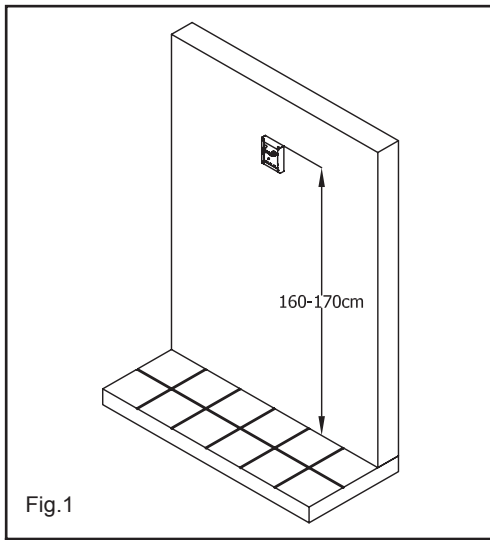
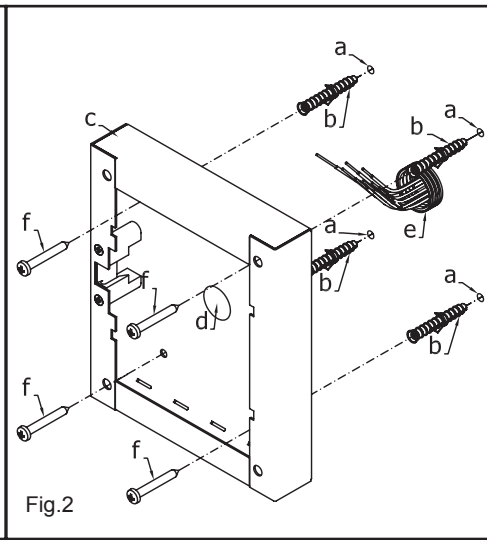

Fig.1
Fig.2
1. Place the surface box against the wall (165-170cm between the top of the box and the floor level as shown in figure 1) and mark the fixing holes for the wall plugs and hole for the cables e (fig.2). Observe the orientation of the box with the hinge on the left;
2. As shown on figure 2, drill the fixing holes a, insert the wall plugs b and feed the cables e through the surface box opening d, fix surface box c to the wall using the screws f;
1. Protect the module support frame fixing holes from dust then embed the back box into the wall (165-170cm between the top of the box and the floor level as shown on the figure 1) feeding the cables e (fig.2) through a previous opened hole in the box. Observe the direction of the box ensuring the hinge is on the left and take care that the box profile is in line with the finished wall profile;
1. Appoggiare la scatola da superficie alla parete lasciando circa 165-170cm tra la parte alta della scatola ed il terreno come mostrato in figura 1 quindi prendere i riferimenti per i fori di fissaggio tenendo presente che il gruppo di fili e (fig.2) deve passare attraverso l'apertura d presente sulla scatola da superficie. Se non indicato, il verso di montaggio della scatola deve essere tale da far rimanere la cerniera sulla sinistra;
1. Dopo aver opportunamente protetto i fori di fissaggio per il supporto moduli, murare la scatola da incasso ad una altezza tale da avere circa 165-170cm tra la parte alta della scatola e il terreno avendo cura di far passare il gruppo di fili e (fig.2) attraverso uno dei fori precedentemente aperti sul fondo della scatola. Se non indicato sul fondo della scatola, il verso di muratura deve essere tale da lasciare la cerniera sulla sinistra. Fare attenzione affinché la scatola sia murata a filo muro finito;